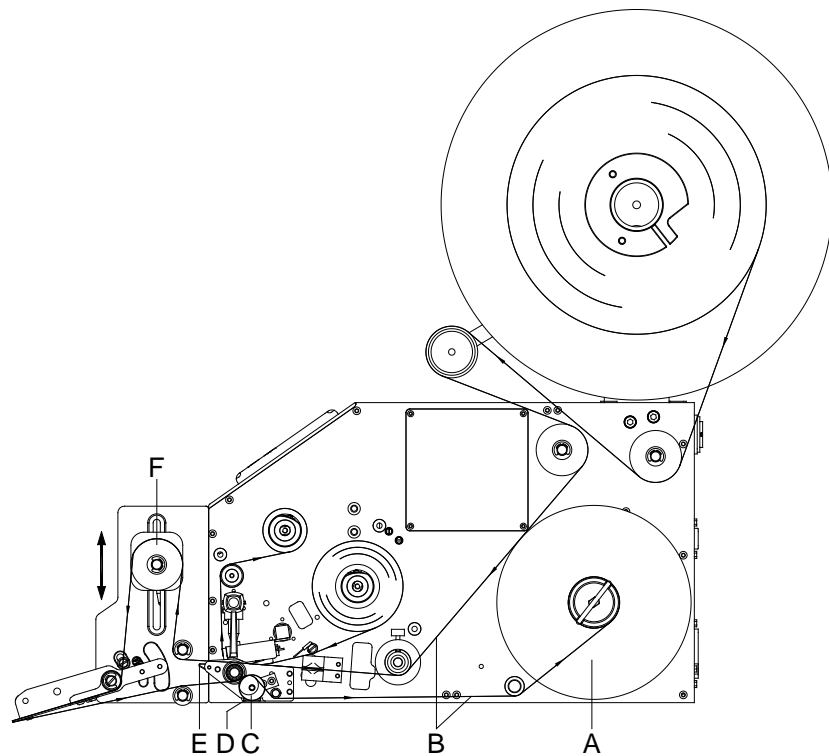

Figura 5
1. Saque la manilla del dispensador (D, Figura 5) hacia adelante/abajo tirando del botón de moleteado (C, Figura 5) hacia fuera.
2. Suelte el tornillo (C).
3. Cambie la posición del ángulo del canto del dispensador (B) según las necesidades. Para ello, desplace el perno de tope (A) por el orificio longitudinal hasta la placa base (D). El desplazamiento hacia arriba amplía el ángulo del dispensador, y el desplazamiento hacia abajo lo reduce.
4. Fije la posición del perno de tope apretando el tornillo (C). Si es necesario, introduzca un destornillador plano en la ranura del perno de tope (A) para apretar el tornillo (C) más fácilmente.
5. Gire el dispositivo de bobinado interno (A, Figura 5) del sistema de impresión hasta que el material de soporte vuelva a estar tensado.
6. Vuelva a presionar hacia arriba y a encajar la manilla del dispensador (D, Figura 5) Vuelva a presionar hacia arriba y a encajar la manilla del dispensador.
Para tensar el material de soporte (B) en el dispositivo de bobinado interno (A), en primer lugar la manilla del dispensador (D, Figura 5) debe sacarse hacia adelante/abajo tirando del botón de moleteado (C, Figura 5) hacia fuera.